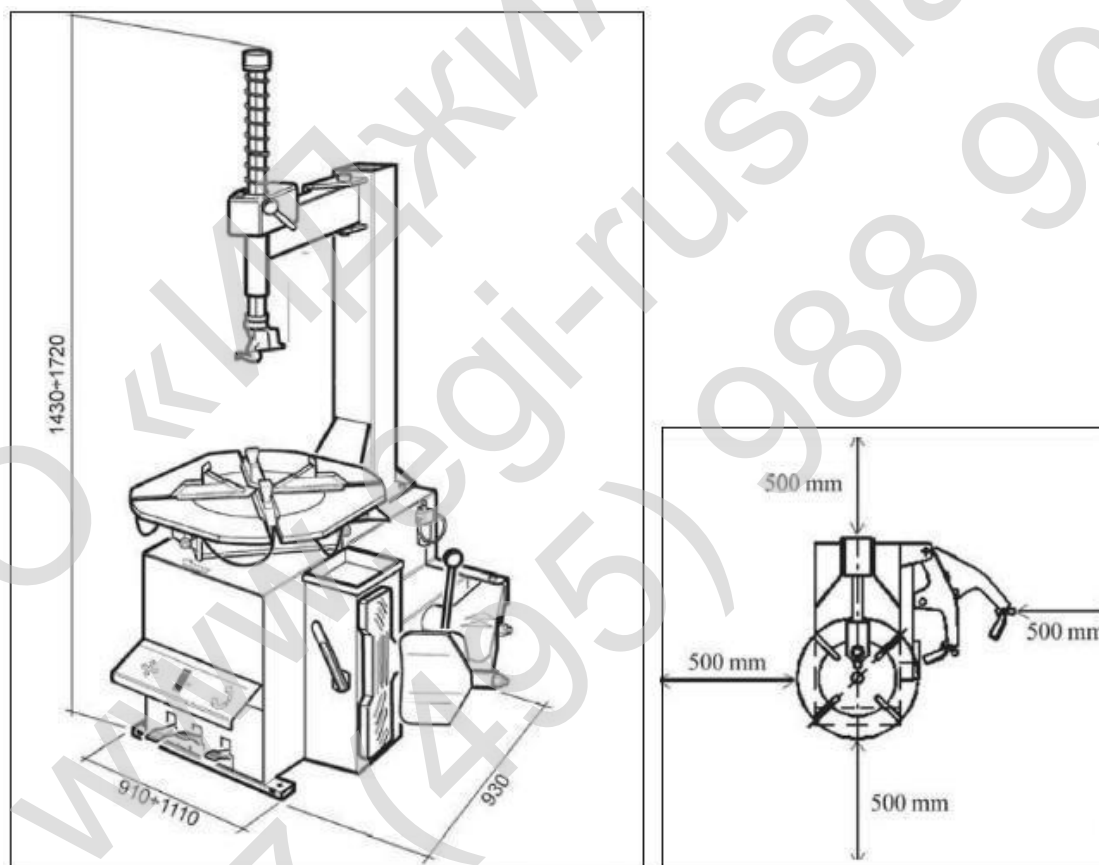

Рисунок 4
- Чтобы обеспечить беспрепятственный доступ к стенду оператору и обслуживающему техническому персоналу, при размещении стенда соблюдайте размеры, указанные на (Рис.4).